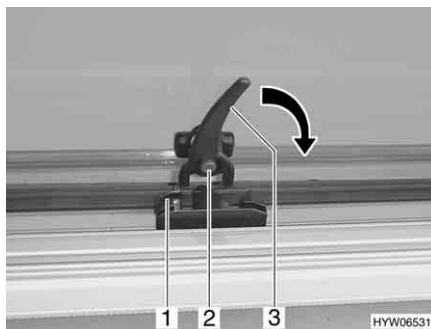

Fig. 50 Leva di serraggio in posizione "Aperto"
- Premere il bottone di sicurezza (Fig. 50,2) e mantenerlo premuto.
- Ruotare la leva di serraggio (Fig. 50,3) nella direzione della freccia di un quarto di giro verso il telaio della finestra.
- Ruotare la leva di serraggio (Fig. 50,3) di un quarto di giro verso il centro della finestra.
- Ruotare la leva di serraggio in senso antiorario. Il bloccaggio deve entrare nell'apertura sinistra (Fig. 50,1) del dispositivo di bloccaggio (Fig. 51).
- Rilasciare il bottone di sicurezza (Fig. 50,2).